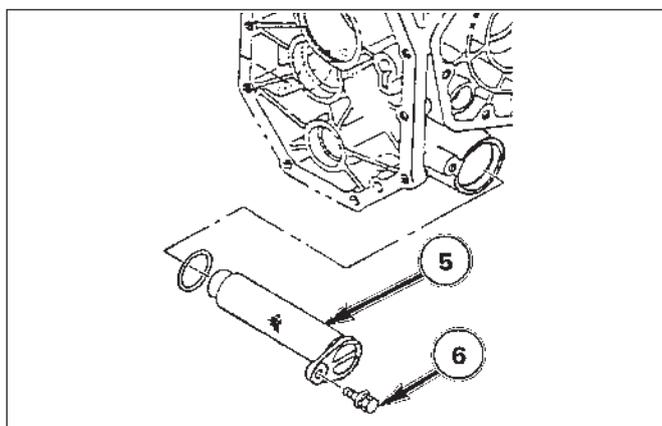

FIG. 6-14
**FIG. 6-14: Il faut aussi nettoyer le filtre de transmission à chaque vidange de l'huile de transmission.** Après vidange de l'huile. Retirez le boulon, 6. Retirez le filtre du côté gauche du carter de transmission arrière.